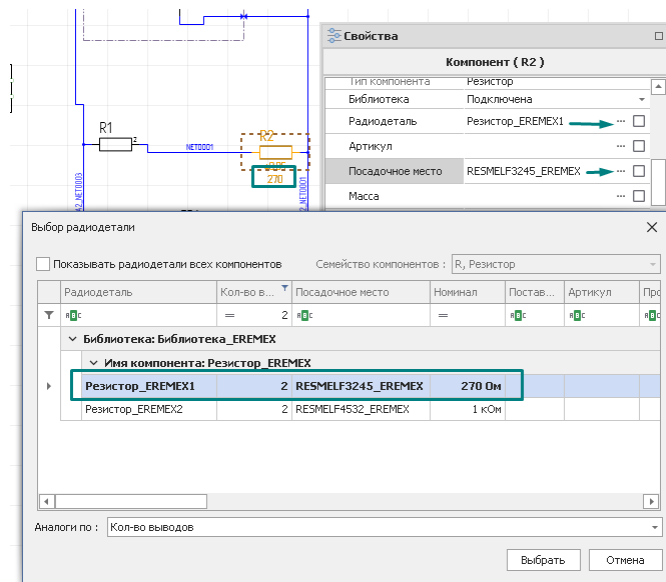

Рис. 85 Окно «Выбор радиодетали»
1. При выделенной на электрической схеме радиодетали нажать на иконку \*\*\* в панели «Свойства» → «Рдиодеталь» в строке любого параметра радиодетали, см. Рис. 85.